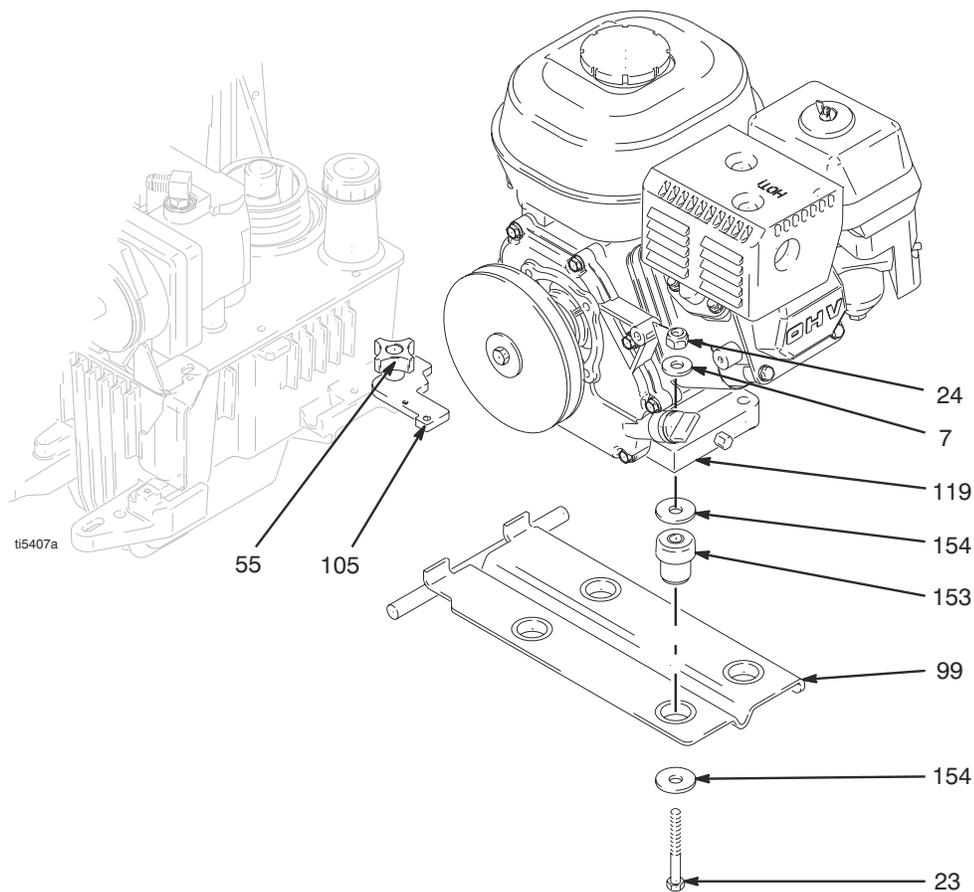

FIG. 4
2. Fig. 4. Allentare la manopola del motore (55). Far uscire la staffa del fermo del motore (105) fuori.
3. Rimuovere il motore (119) e la piastra del bilanciante (99) dallo spruzzatore.
4. Rimuovere le quattro viti (23), le rondelle (7) e i dadi (24) e rimuovere la piastra del bilanciante (99), gli ammortizzatori (153) e le rondelle (154) dal motore (119).